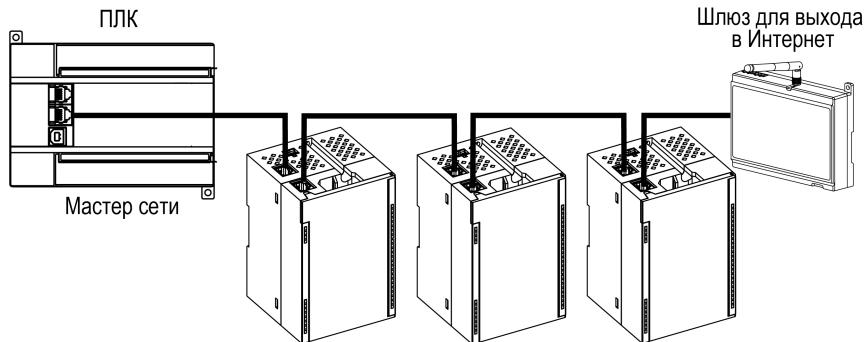

Рисунок 5.12 – Подключение по схеме «Цепочка»
- «Цепочка» / «Daisy-chain» (см. рисунок 5.12).